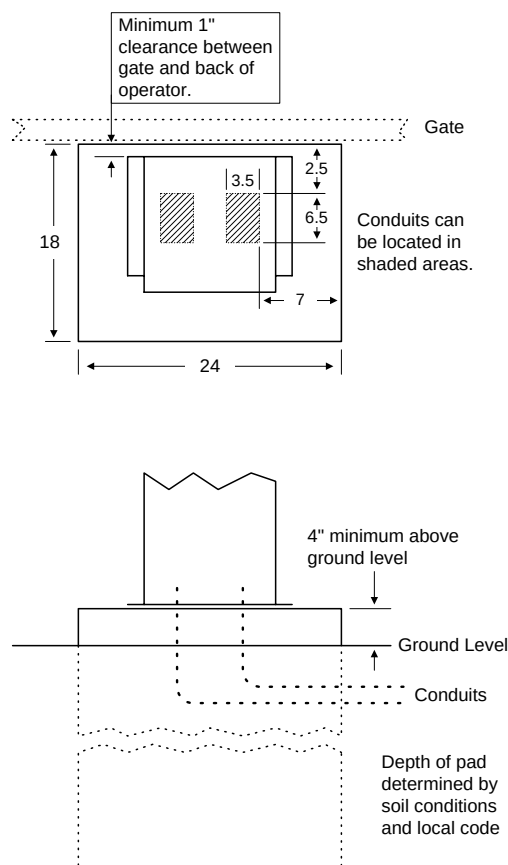

Figura 6
1. Construya una forma para la base de montaje de acuerdo a las especificaciones mostradas en figura 6. Asegúrese de nivelar la parte de encima de la forma y que la forma esté un mínimo de cuatro (4) pulgadas (10.16 cm) por encima del nivel del suelo. Sugerimos que usted contacte el departamento de construcción local para determinar la profundidad requerida de la base ya que condiciones del suelo y requisitos de código varían de ciudad a ciudad.
2. Coloque los conductos, barras de refuerzo y/o tejido de alambre, si se requiere. El número de conductos es determinado por los requisitos de aplicación. Sugerimos usar un mínimo de cuatro (4) conductos. 1- Líneas eléctricas de alto voltaje; 2) Líneas de control de bajo voltaje; 3- Alambres de entrada de loops (loops abierto); 4- Alambres de entrada de loop (loop de inversión). **Ver SECCION 2.** Coloque conductos adicionales según se requiera para su aplicación. **NOTA:** Si los conductos no son colocados en la base, entonces pueden ser encaminados hacia una caja de paso donde las conexiones para el operador pueden ser hechas después de la instalación. Hay tres (3) Moldes agujerados de ½ pulgada y un (1) Molde agujerado de 3/4-de pulgada en cada lado del operador para este uso.